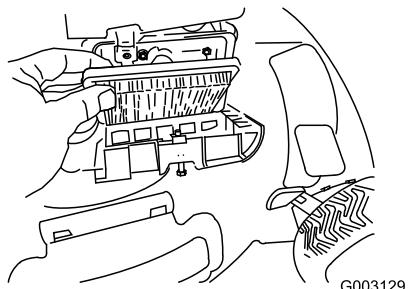

Figure 46
- Remettez le couvercle en place (Figure 46).